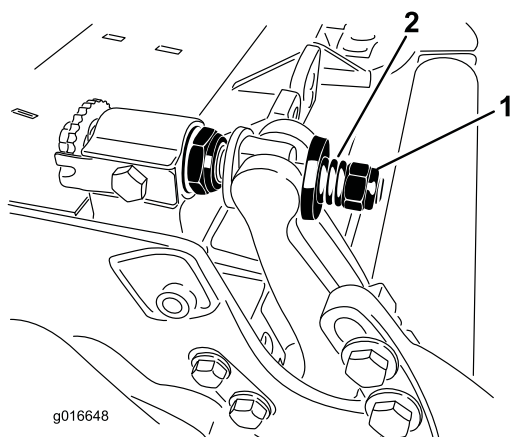

Figura 33
- Serrate il dado di tensione della molla finché la molla non si schiaccia, quindi allentate di 1/2 giro (Figura 33).